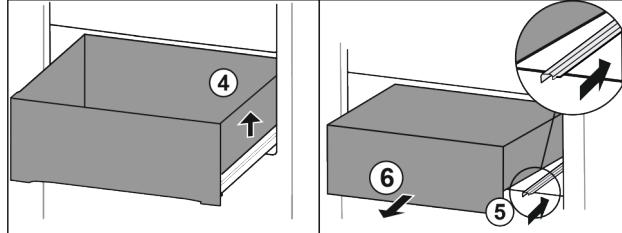

Fig. 63
► Ridicați sertarul din dreapta. Fig. 63 (4)
► Inserați şina din dreapta. Fig. 63 (5)
► Extragăți sertarul spre înainte. Fig. 63 (6)